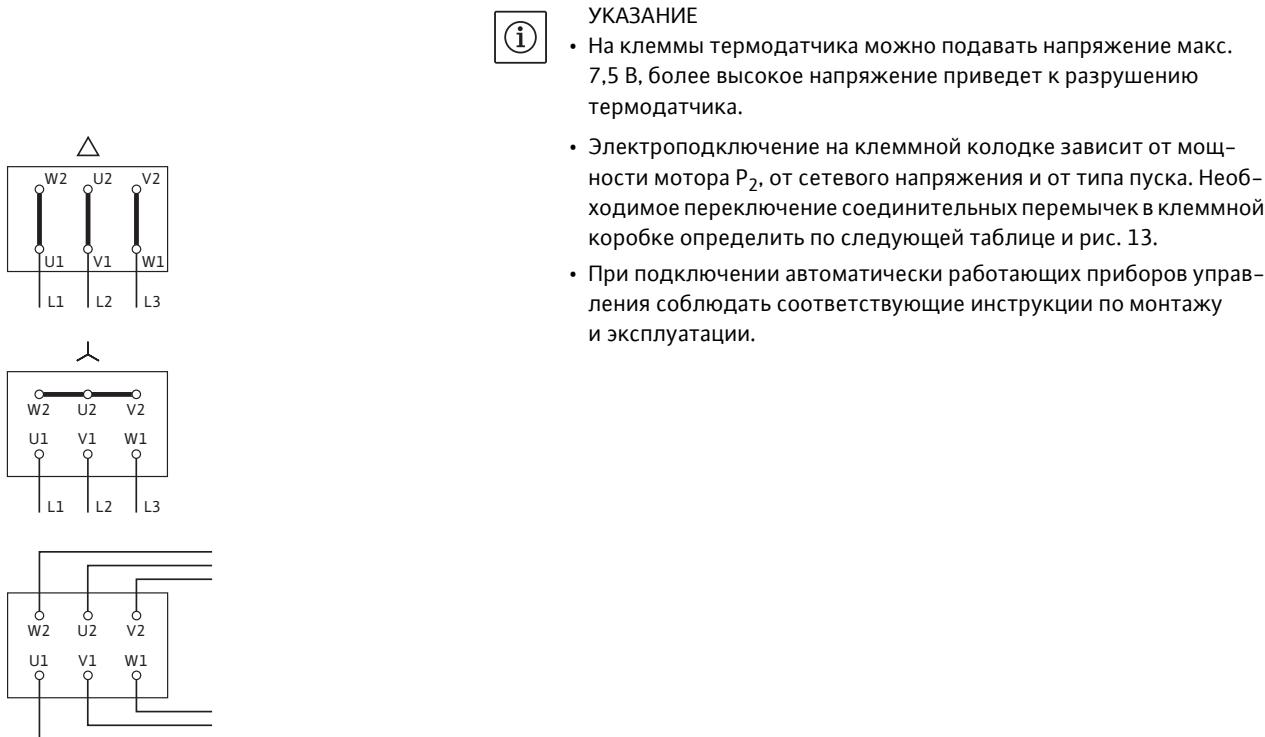

рис. 13: Подключение к сети
- Схема электроподключения находится в крышке клеммной коробки (см. также рис. 13).